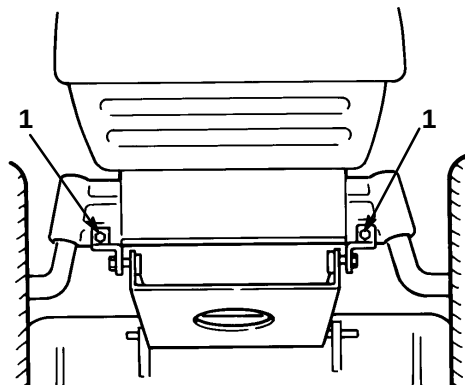

Abbildung 41
- Die Mähwerk-Schwenkbügel mit Schrauben und Sicherungsmuttern an der Vorderachse installieren (Abb. 41).